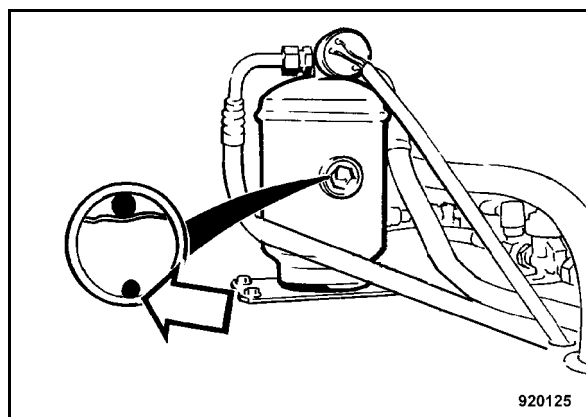

Fig. 148
- Comprobar la perla indicadora de humedad (Fig. 148) en el cristal de observación de la unidad secadora / colectora.